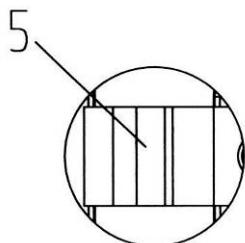

Fig. 9
5. Sélecteur de combustible („2” = Bois, „1” = Lignite) (Fig. 9)